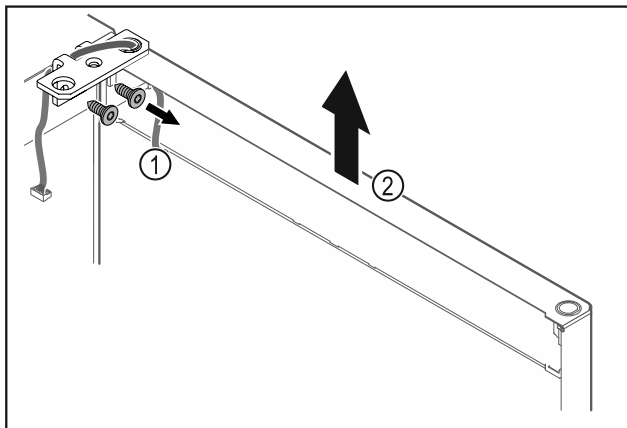

Fig. 18
- Skruva av gångjärnsfästet Fig. 18 (1).
- Lyft dörren rakt uppåt med gångjärnsfästet Fig. 18 (2) ca 200 mm och ta av den.